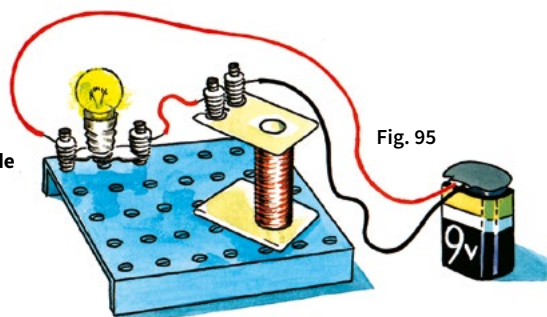

Fig. 95
1. Mit einer Glühlampe, einer Spule und einer Batterie einen geschlossenen Stromkreis herstelle (wie in Bild 95 gezeigt). Die Glühlampe leuchtet ganz schwach. Es liegt auf der Hand, daß durch den langen dünnen Draht der Spule weniger Strom fließt als durch den dickeren und kürzeren Verbindungsdraht. Wird die Spule aus dem Stromkreis genommen, leuchtet die Glühlampe wieder ganz stark. Der Leiter setzt dem Strom Widerstand entgegen. Den gleichen Versuch kann man nun mit der Spule des Galvanoskops und des Rotors durchführen.